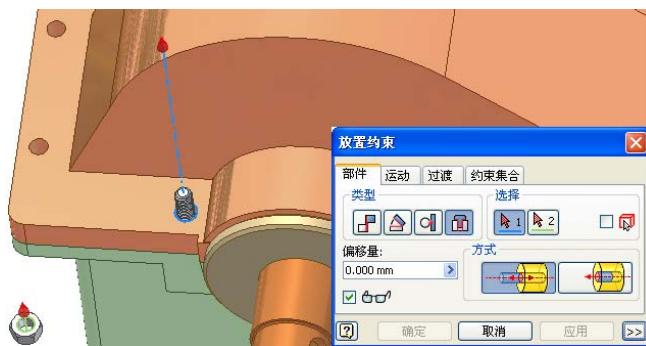

图 10-39 插入约束示意图
②装配完螺栓之后，再为其添加螺母，螺母零件也是通过插入装配完成的，其插入示意图如图 10-39 所示。此时一对螺栓和螺母已经装配完毕。
③按照同样的步骤和方法添加其他的螺栓螺母即可。